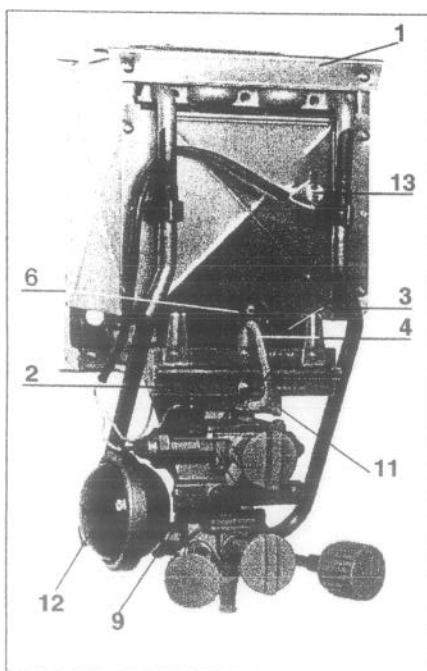

Fig. 3
• Démontage ancien ensemble veilleuse (fig. 3 et 4)
• Remontage du nouvel ensemble veilleuse (fig. 3 et 4)